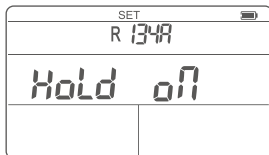

Figura 11 Interface de configuração de compensação de temperatura
2. Pressione brevemente o botão  três vezes para alternar para a configuração de compensação de temperatura (Figura 11).